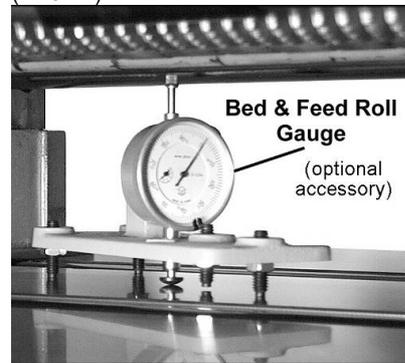

Рис.11
2. Поместите цифровой индикатор под строгальным элементом ножевого вала (Рис.11)
Вал выхода детали имеет почти гладкую поверхность, цельнометаллический, чтобы избежать порчу законченной поверхности отстроганного материала. Его функция вытянуть деталь из станка после того, как она вышла из под вала подачи заготовки и не остановилась. Правильное свободное регулирование положения вала 0.8 мм ниже строгальных ножей ножевого вала. Используйте шаблон, такой как цифровой индикатор (Рис. 11) или деревянный блок, установка и регулировка вала выхода детали осуществляется так же как вала подачи заготовки.